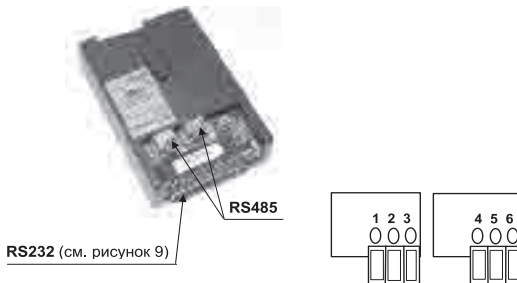

Рисунок 10
• **Модуль интерфейса RS485 (“B”)** (см. рисунок 10)